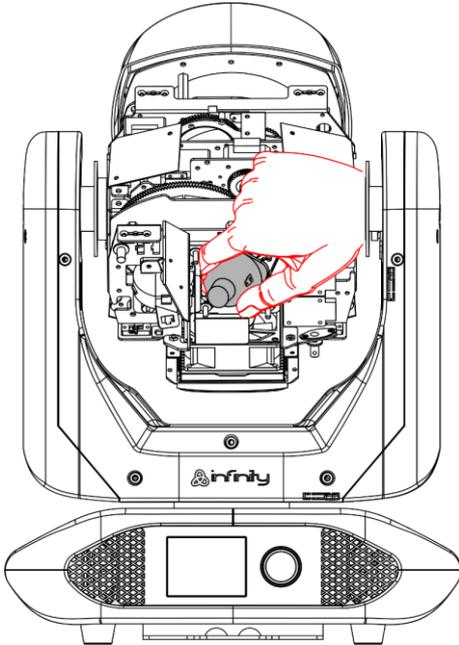
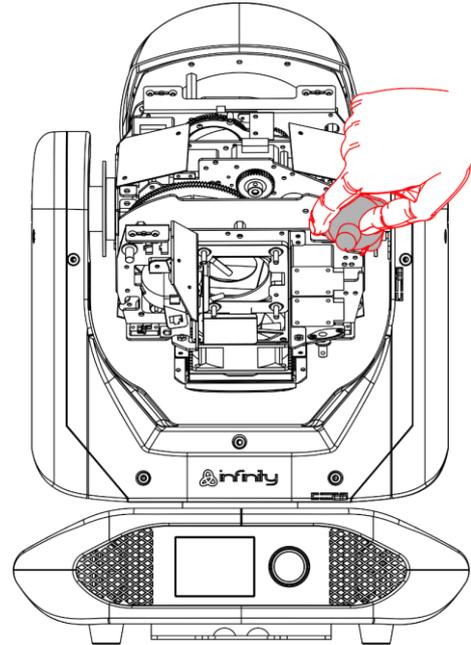

Abb. 05
Abb. 06
07) Nehmen Sie die Lampe vorsichtig aus dem Scheinwerfer (Abb. 05 und Abb. 06).